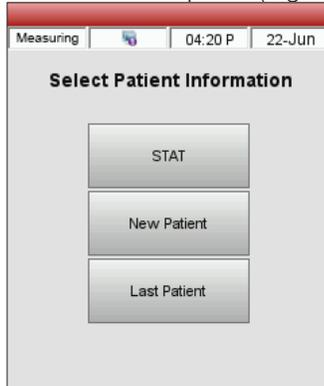

Figura 17. Schermo Misurazione > Selezionare informazioni sul paziente
1. Premere il tasto **STAT**, **Nuovo paziente** o **Ultimo paziente** (Figura 17).